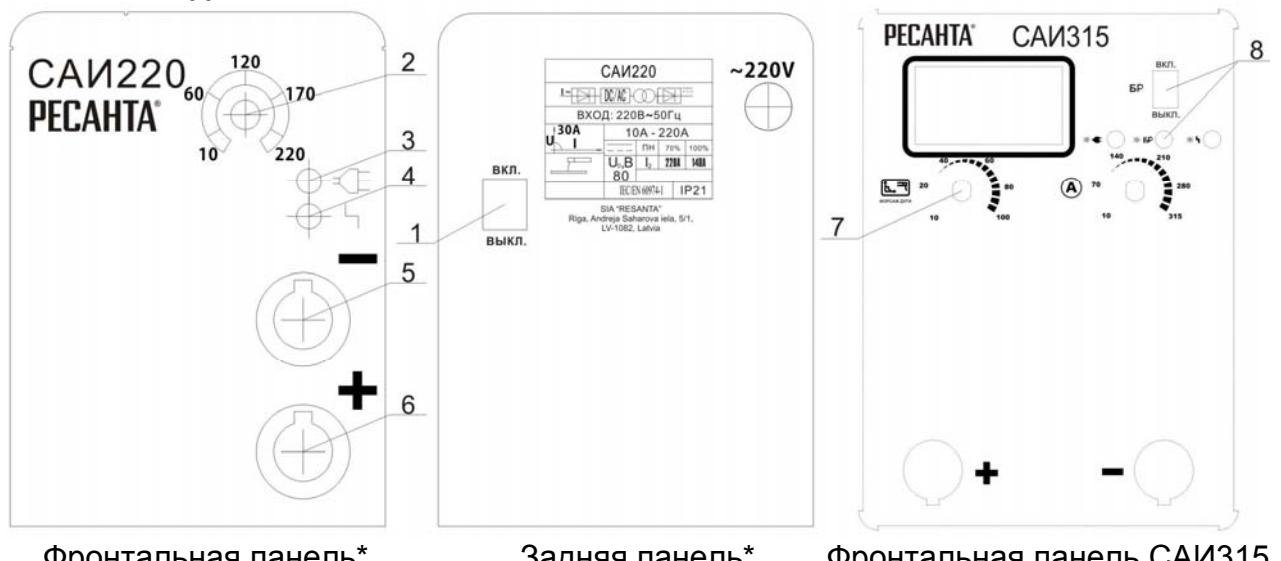

рис. 1
Изделие выполнено в металлическом корпусе. На передней панели имеется регулятор величины сварочного тока (рис.1 поз.2), индикатор "сеть" (рис.1 поз.3), индикатор "перегрев" (рис.1 поз.4), а также силовые разъемы подключения сварочных кабелей (рис.1 поз.5,6). Аппарат оснащен принудительной системой вентиляции, ввиду этого, категорически запрещается закрывать чем-либо вентиляционные отверстия в корпусе.
1. Присоединить к силовым клеммам (см. рис.1 поз. 5 и 6) аппарата кабель с электрододержателем и кабель заземления в зависимости от требуемой для данной марки электрода полярности.
2. Убедиться в том, что выключатель "Сеть" (рис.1 поз. 1) находится в положении "ВЫКЛ".
4. Убедиться в том, что регулятор (рис.1 поз. 2) находится в положении минимального сварочного тока.
5. Включить аппарат выключателем "Сеть" (рис.1 поз.1).
6. Поворотом регулятора величины сварочного тока (рис.1 поз. 2) установить требуемое значение, согласно нижеприведенной таблице.
7. После окончания производства сварочных работ установить регулятор (рис.1 поз. 2) в положение минимального сварочного тока.
8. Выключить аппарат выключателем "Сеть" (рис.1 поз.1).
1. Не горит индикатор "Сеть" (рис.1 поз.3)	1. Проверить подключение аппарата к сети 2. Проверить положение выключателя "Сеть"
3. Загорается индикатор "Перегрев" (рис.1 поз.4)	1. Превышение величины ПН 2. Повышенное скопление пыли в аппарате - обратиться в сервисный центр